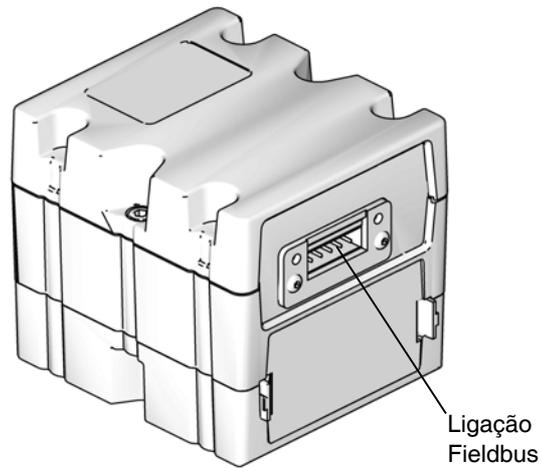

**FIG. 39: Localização da porta do acionador**
6. Utilizando os quatro parafusos de montagem 10-32 incluídos no kit, monte a base (CD) nos orifícios que abriu.
7. Volte a fixar o CGM (CC) na base (CD) com os dois parafusos (CB) que foram removidos no passo 5.
8. Volte a fixar a tampa de acesso (CA).
9. Ligue o cabo da CAN incluído no kit à porta 1 ou à porta 2 (a que estiver disponível) no acionador. Consulte a FIG. 39.